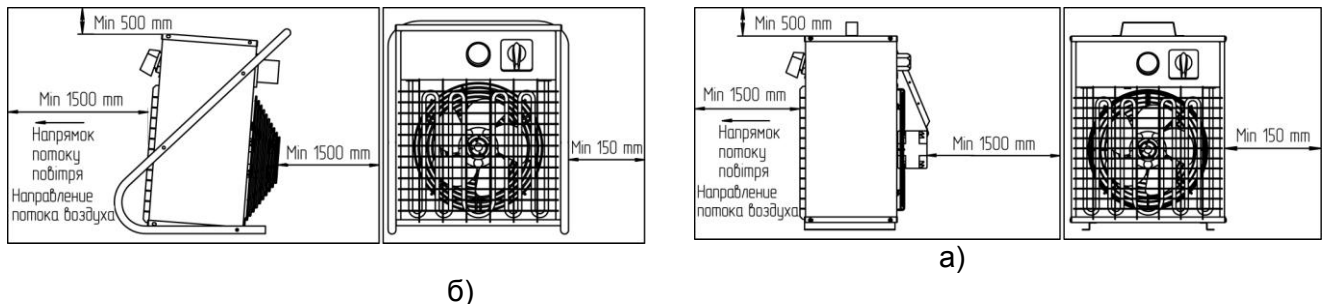

Рисунок 1 Розміщення з урахуванням мінімальних відстаней до найближчих оточуючих поверхонь.
- строго дотримуйтесь (не зменшуйте) вказані мінімальні відстані від корпусу агрегату до найближчих оточуючих поверхонь (рисунок 1).
- з трубчастою рамою на якій встановлено корпус агрегату (рисунок 1 а);
- без трубчастої рами (рисунок 1 б).